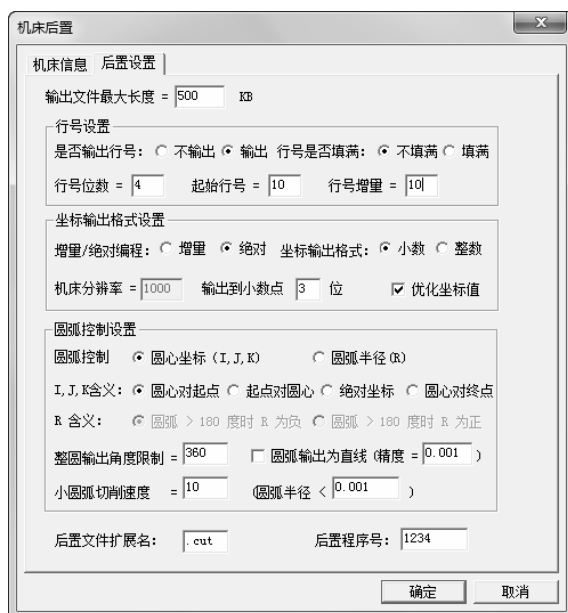

图 3-48 机床后置设置对话框
3) 后置处理设置: 选择“后置设置”选项卡, 根据当前的机床, 设置各参数, 如图 3-48 所示。